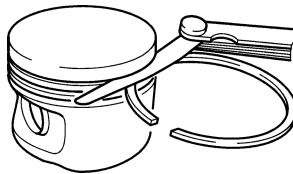

图 1-73 活塞环侧隙检测
(2) **活塞环侧隙** 如图 1-73 所示,将环放在环槽内,围绕环槽滚动一圈,环在槽内应滚动自如,既不松动,又无阻滞现象。然后用塞尺测量侧隙值,一般为 0.02 ~ 0.05mm,极限值为 0.15mm;其他环为 0.03 ~ 0.07mm;油环为 0.025 ~ 0.07mm。